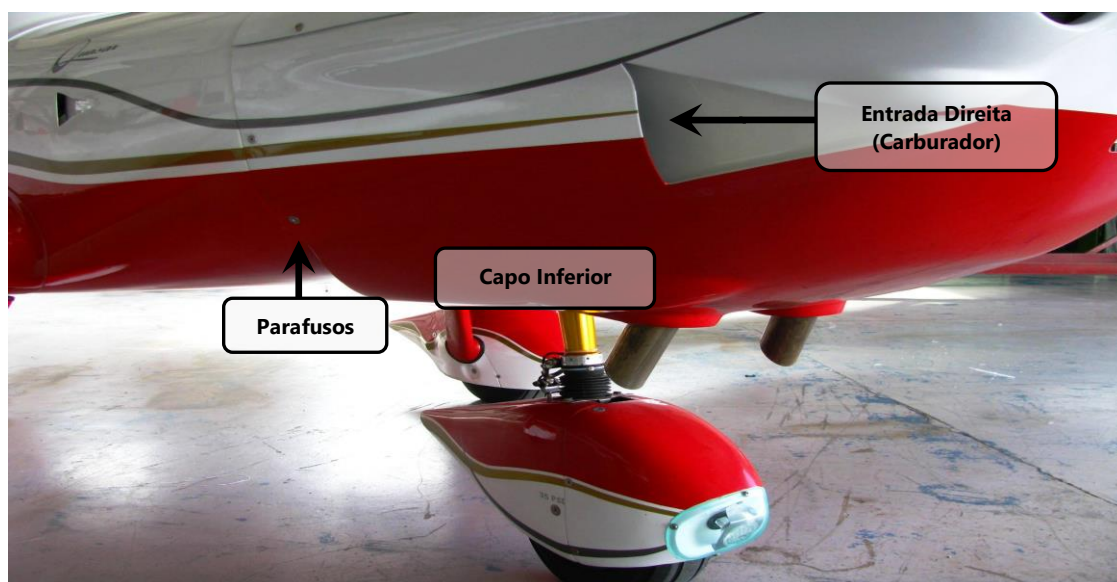

Figura 71.10.3 – Capô inferior.
3. Remover os demais parafusos e arruelas de ambos os lados do capô inferior do motor, mostrados na figura 71.10.3. Usar chave Phillips de ¼".